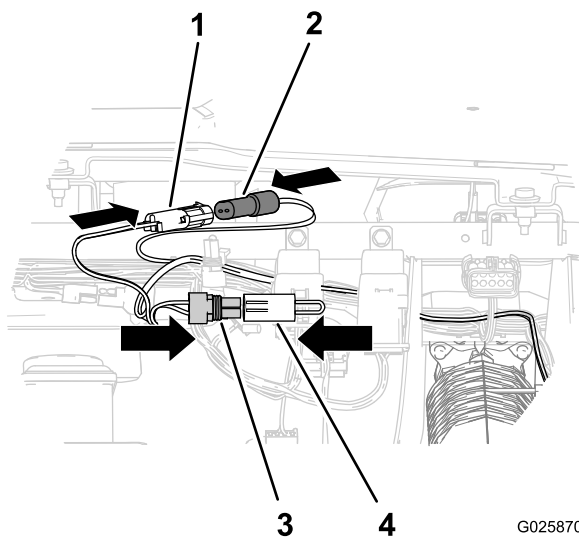

Figure 14
C. Branchez le connecteur à 2 broches du faisceau d'interrupteur au connecteur shunt (Figure 14).
D. Branchez le connecteur à 2 douilles du faisceau d'interrupteur correspondant à la branche de shunt au connecteur à 2 broches du faisceau de la machine que vous avez débranché du temporisateur à l'opération B (Figure 14).